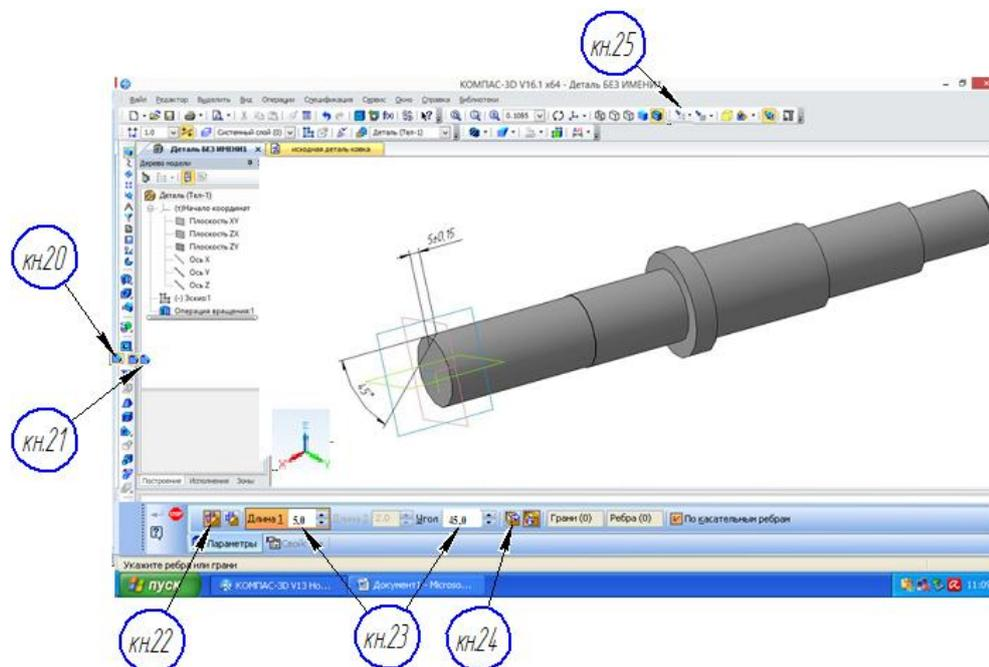

Рисунок 52 Подготовка к созданию фаски
3) Не отпуская левую кнопку мышки перемещаем стрелку мыши до знака «Фаска» и отпускаем. На экране появляется фронт фаски с формой и размерами указанными по умолчанию (рисунок 52).